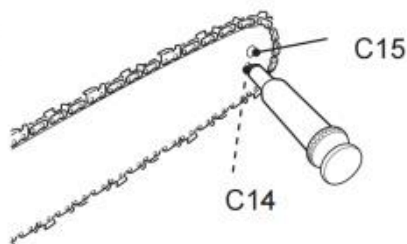

Fig. 69
2. Steek met behulp van een wegwerpsmeerpistool de naaldneus in het smeergat (C14) en injecteer vet totdat het aan de buitenrand van het tandwiel verschijnt (Fig. 69).